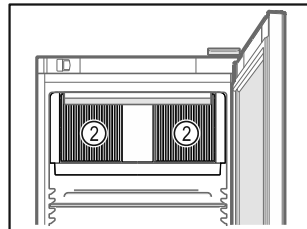

Fig. 58
- Pidä sisätilassa olevan kiertoilmapuhaltimen tuuletusraot Fig. 58 (2) vapaina.